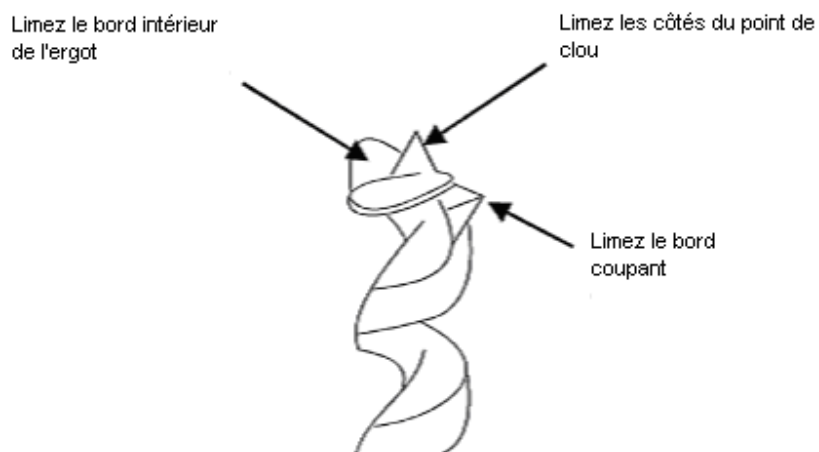

FIGURE 7
1. Affûtez le foret en utilisant une petite lime douce et *en suivant la forme d'origine du foret*. Limez le bord intérieur de l'ergot, les côtés du point de clou et le bord coupant vers l'intérieur en direction de la goujure du foret. Cf. Figure 7.